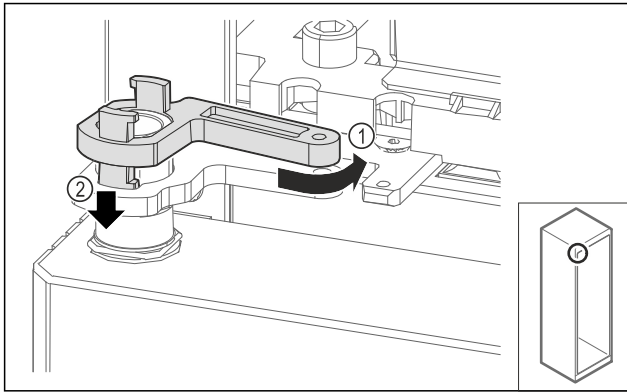

Fig. 66
- ▶ Kicsé fordítsa vissza a csapágybak zárját Fig. 66 (1), nyomja lefelé Fig. 66 (2) és rögzítse a zsanérban.